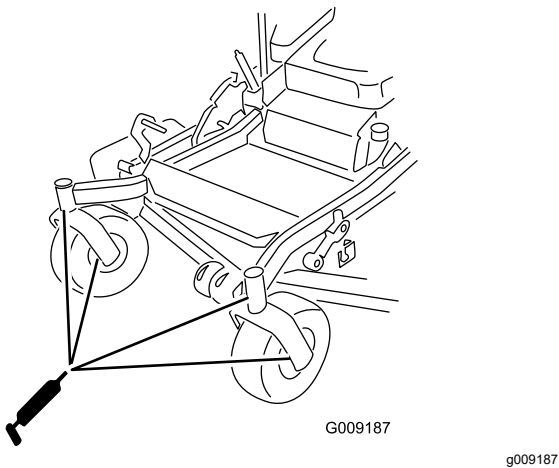

Figura 41
10. Instale el tapón hexagonal y la tapa (**Figura 41**).
11. Engrase los cojinetes de las ruedas giratorias (**Figura 41**).